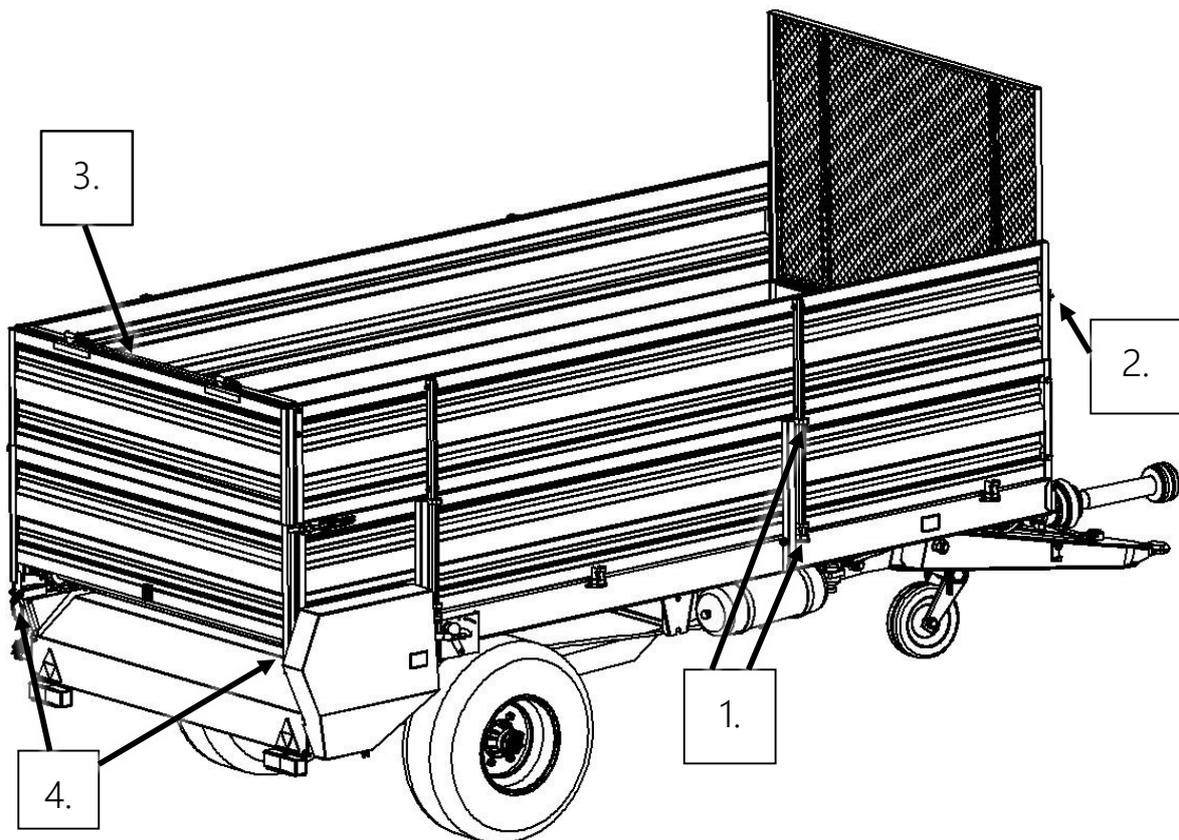

Abbildung 14. Montage der Aufsatzwände.
- Setzen Sie die Halterungen der Wandaufsätze in die in den Wänden montierten Führungsschienen ein. (Pos. 1, Abb. 14)
- Ziehen Sie die Schrauben an den Haken des vorderen Gitters fest. (Pos. 2, Abb. 14)
- Verbinden Sie linke und rechte Wand mit dem hinteren Balken. (Pos. 3, Abb. 14)
- Bringen Sie die Heckwand an den Bolzen des Rahmens an. Sichern Sie die Heckwand mit einem Splint vor Herausfallen. (Pos. 4, Abb. 14)
- Montieren Sie den hinteren Wandaufsatz im Scharnier am oberen Balken. (Pos. 3, Abb. 14)